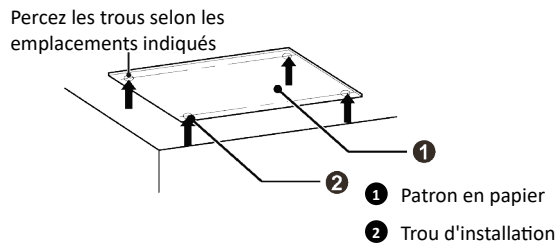
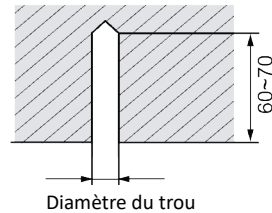

Fig.4.1.2
Fig. 4.1.3
① Percer les trous des boulons et installer les boulons
- 1) Collez le carton de référence sur la position d'installation ; percez 4 trous selon l'emplacement du trou sur le carton comme indiqué sur la Fig.4.1.2 ; le diamètre du trou dépend du diamètre du boulon d'expansion et la profondeur est de 60 à 70 mm, comme indiqué sur la Fig.4.1.3.